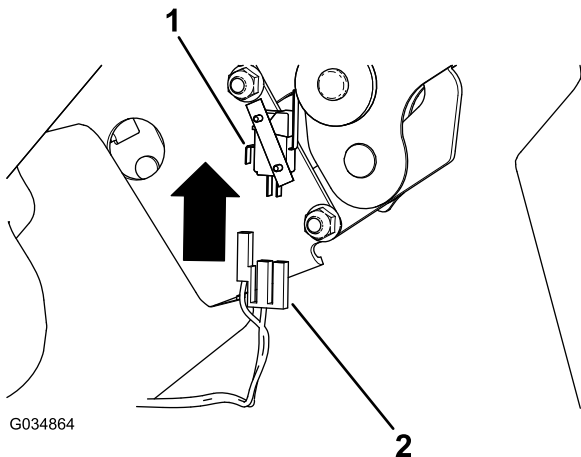

图10
1. 将线束的 3 个母接头连接到开关的 3 个公接头（图10）。